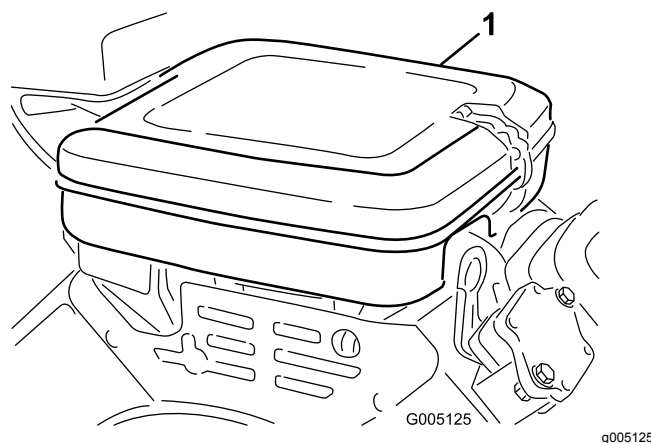

Figura 24
1. Limpe a cobertura do filtro de ar (Figura 24).